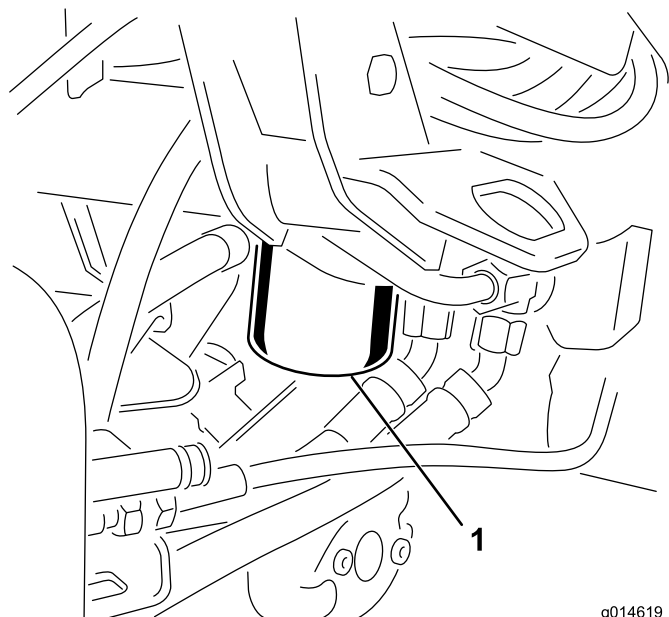

図 51
1. フィルタ容器の周辺をウェスできれいにぬぐう(図 51)。フィルタの下に廃油受けを置いてフィルタを外す。